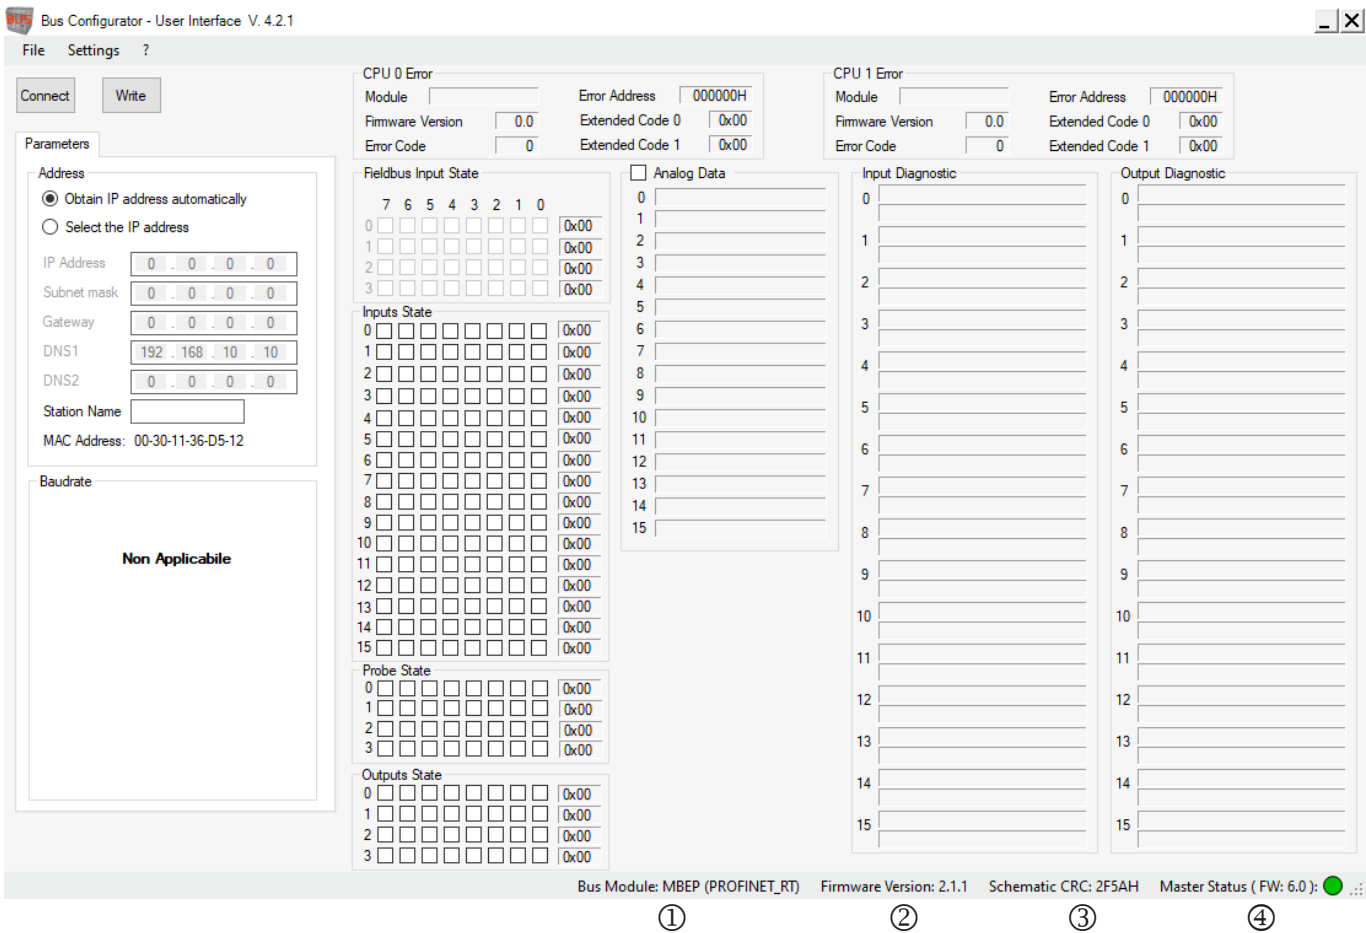

Fig. 12: Bus Configurator - User Interface, información del configurador de bus
El programa detecta que hay conectado un módulo de bus de campo (Fig. 12). La barra de estado muestra el modelo de bus de campo ①, la versión de firmware del módulo ②, el CRC esquemático ③ y el estado y la versión de firmware del módulo básico ④:
Una vez establecida la conexión con el módulo de bus de campo y reconocido dicho módulo, pueden configurarse los parámetros (véase la Fig. 12). Al hacer clic en el botón **Write** (Escribir) se transmiten los datos de configuración al módulo.